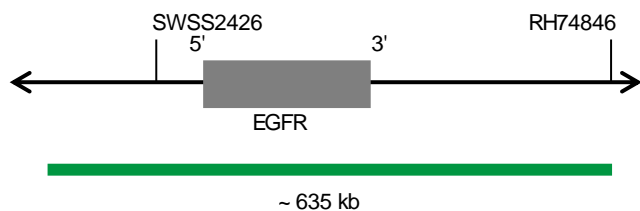

Fig. 1: SPEC EGFR Mappa della sonda (non in scala)
- Polinucleotidi (~10 ng/ μ l) marcati con ZyGreen (eccitazione 503 nm/emissione 528 nm), le cui sequenze target mappano in 7p11.2* (chr7:54,912,555-55,548,375) in cui è localizzato il gene EGFR (vedere Fig. 1).